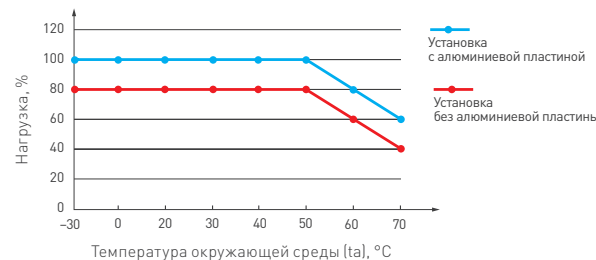

Рис. 2. Максимальная допустимая нагрузка, % от мощности источника
- 4.2. Не нагружайте источник питания более чем на 80% от его максимальной мощности. Учитывайте, что с повышением температуры окружающей среды максимальная мощность источника питания снижается (см. график зависимости на рис. 2).